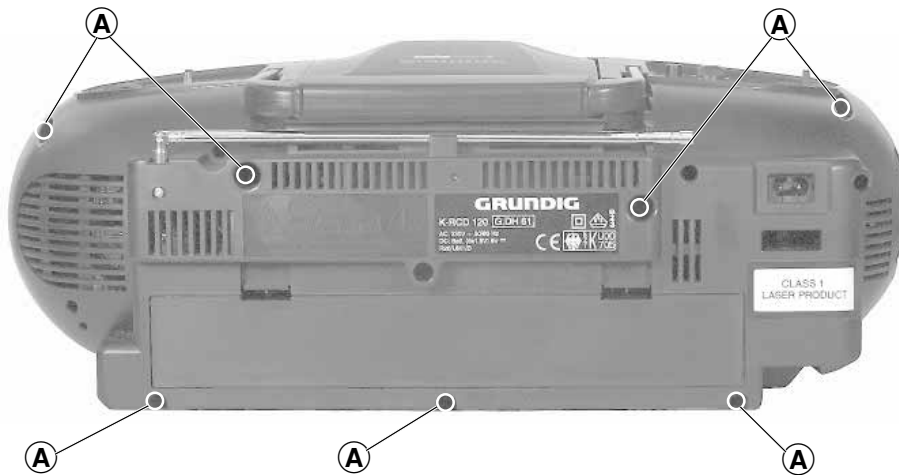

Fig. 1
- 7 Schrauben **A** herausdrehen (Fig. 1).
- Undo 7 screws **A** (Fig. 1).